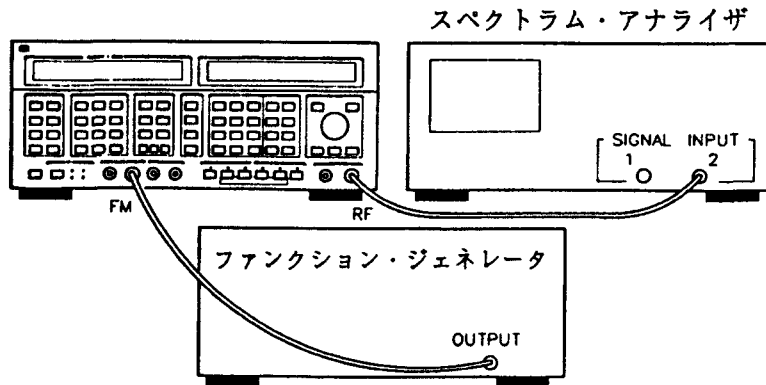

図2-4. 周波数変調手順2のための機器セットアップ
1. 図2-4に示すように、本器、スペクトラム・アナライザ、そしてファンクション・ジェネレータを接続します。各機器に電源を投入し、以下の調整を行ないます。